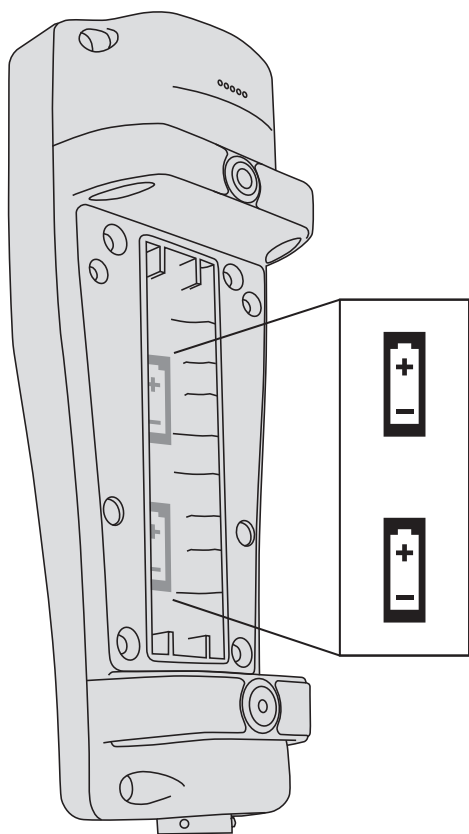

Figura 1. ProQuatro con il coperchio del vano delle batterie rimosso. Notare i simboli delle batterie che indicano la polarità.
3. Rimuovere il coperchio del vano delle batterie e installare le batterie nuove, verificando che siano allineate correttamente secondo la polarità (Figura 1).